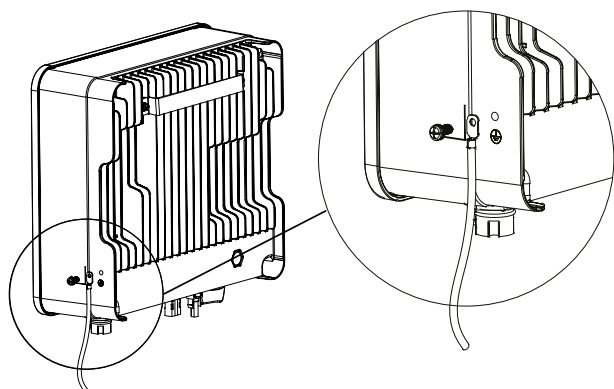
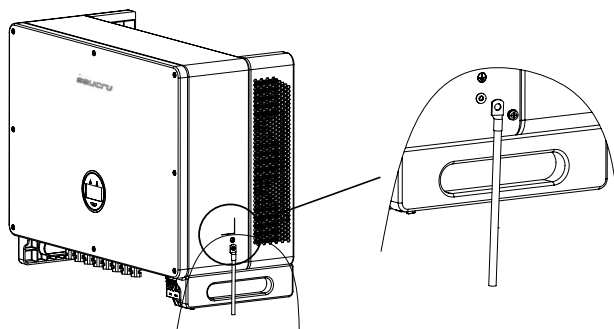
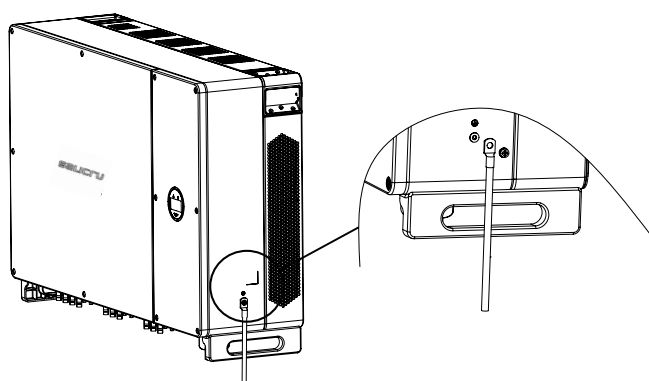

Fig. 19. Raccordement de la borne de terre.
Fig. 20. Raccordement de la borne de terre.
Fig. 21. Raccordement de la borne de terre.
2. Fixer cette borne au câble PE à l'aide d'un outil approprié et le bloquer à l'orifice de mise à la terre situé le côté inférieur droit de l'onduleur (cf. Fig. 19, Fig. 20 et Fig. 21).